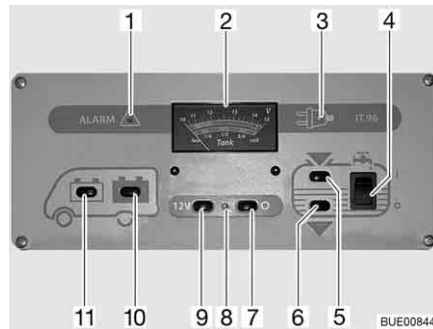

Bild 156 Panel IT 96-2
Der 12-V-Hauptschalter (Bild 156,7 und 9) schaltet das Panel und die 12-V-Versorgung des Wohnraums ein und aus.
Einschalten: ■ Schalter (Bild 156,9) drücken "12 V": Die 12-V-Versorgung des Wohnraums ist eingeschaltet. Die Kontroll-Leuchte (Bild 156,8) leuchtet grün.
Ausschalten: ■ Schalter (Bild 156,7) drücken "O": Die 12-V-Versorgung des Wohnraums ist ausgeschaltet. Die Kontroll-Leuchte (Bild 156,8) erlischt.
Beim Anzeigeelement V/Tank (Bild 156,2) die obere Skala beachten. Das Anzeigeelement wird automatisch beleuchtet, sobald ein Schalter gedrückt wird.
- Schalter (Bild 156,11) drücken "☰": Die Batteriespannung der Starterbatterie wird angezeigt.
- Schalter (Bild 156,10) drücken "☷": Die Batteriespannung der Wohnraumbatterie wird angezeigt.
Beim Anzeigeeinstrument V/Tank (Bild 156,2) die untere Skala beachten. Das Anzeigeeinstrument wird automatisch beleuchtet, sobald ein Schalter gedrückt wird.
- Schalter (Bild 156,5) drücken "": Die Wassermenge wird angezeigt.
- Schalter (Bild 156,6) drücken "": Die Abwassermenge wird angezeigt.
- Wippschalter (Bild 156,4) oben drücken "I": Die Wasserversorgung ist eingeschaltet.
- Wippschalter (Bild 156,4) unten drücken "O": Die Wasserversorgung ist ausgeschaltet.
Die rote Warnleuchte "ALARM" (Bild 156,1) blinkt, sobald die Spannung der Wohnraumbatterie 11 V (Messung im laufenden Betrieb) unterschreitet und damit Tiefentladung droht.
Die 12-V-Kontroll-Leuchte (Bild 156,8) leuchtet, wenn der 12-V-Hauptschalter (Bild 156,9) eingeschaltet ist.
Die gelbe 230-V-Kontroll-Leuchte (Bild 156,3) leuchtet, wenn am Eingang des Elektroblocs Netzspannung vorhanden ist.